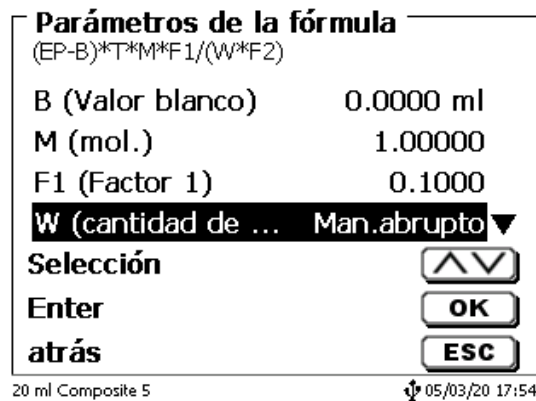
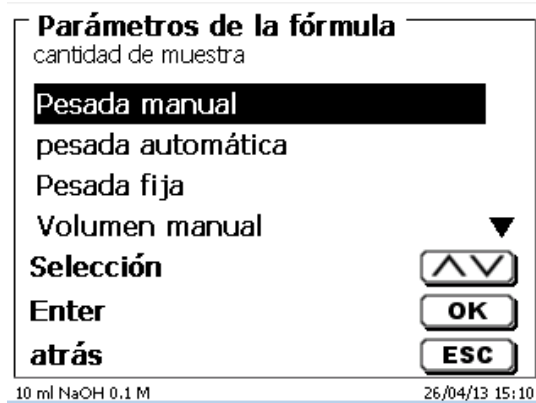

Fig. 85
Fig. 86
Bajo cantidad de muestra (W) (Fig. 85) se selecciona, si en la titulación o en la preparación de la solución se desea utilizar una pesada o un volumen (Fig. 86).